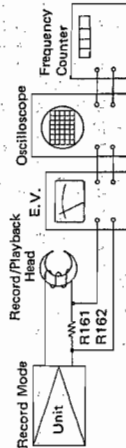

Figure 33-1
1. Connect instruments as shown in Fig. 33-1.
1. Die Instrumente gemäß Abb. 33-1 anschließen.
1. Brancher les instruments comme cela est indiqué dans Fig. 33-1.